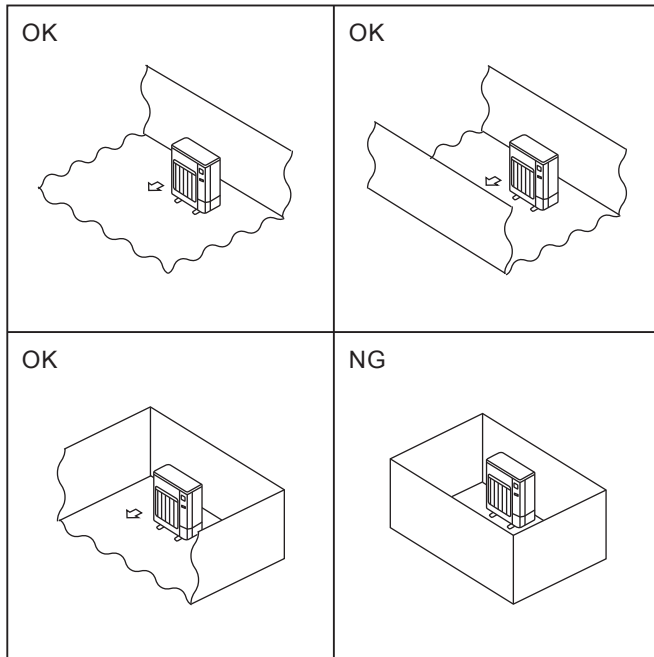

Fig. 2-1
- ⊙ Monter utendørsenheter på et sted der minst én av fire sider er åpne, og i et tilstrekkelig stort område uten fordypninger. (Fig. 2-1)